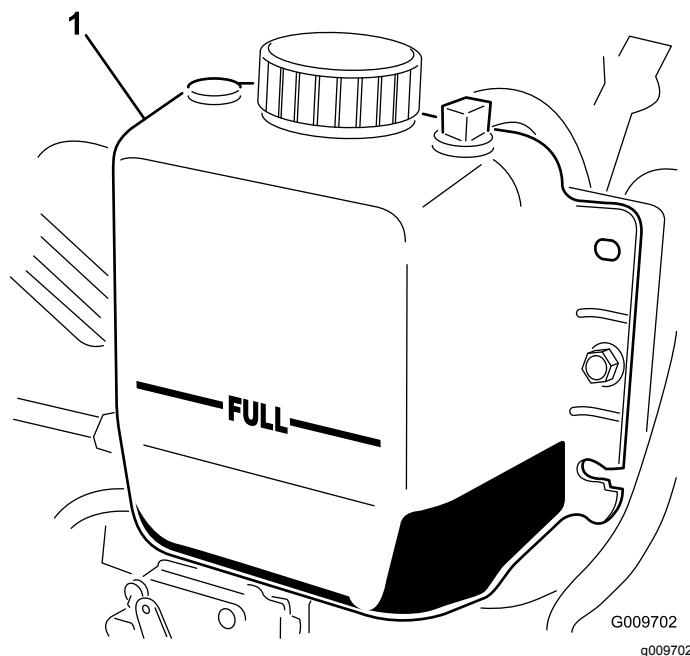

Figura 90
2. Controllate il livello del refrigerante nel radiatore. Il radiatore deve essere riempito fino alla parte superiore del collo del bocchettone ed il serbatoio di espansione fino al segno di pieno FULL (Figura 90).